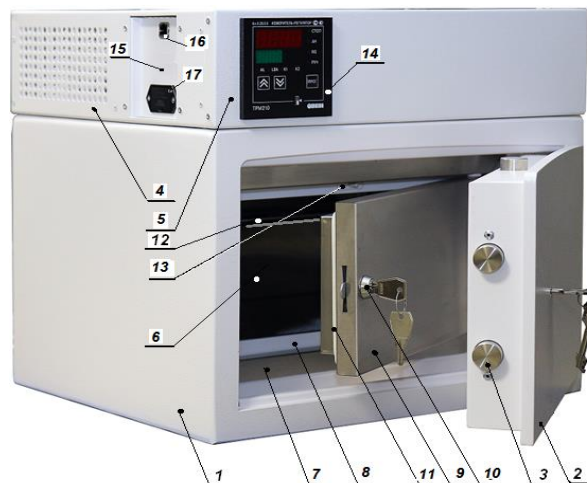

Рис.1. Общий вид изделия
- двухполюсный автоматический выключатель (19);
- вилка с клеммой защитного заземления (20) и выключателем (21);
- шнур сетевой (22).
4.9 На фронтальной стороне блока управления (5) размещен измеритель-регулятор электронно-тепловой схемы изделия (14), рис.1).